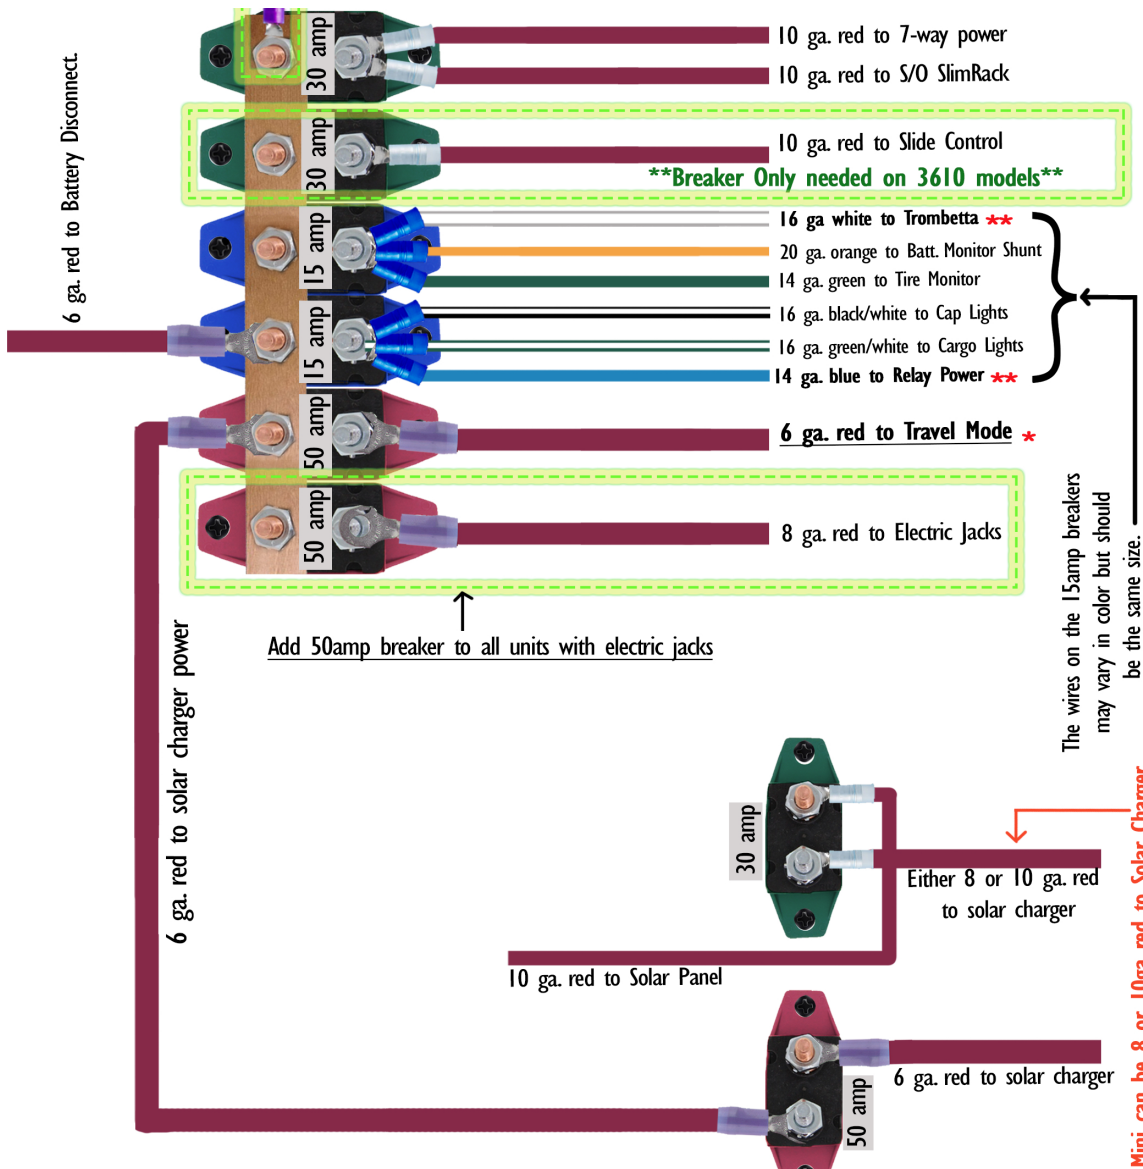

Figure 10
18. Ouvrez le dessous au niveau de la bande avant (Figure 10) et du côté hors-porte arrière le long du longeron avant les essieux (Figure 11) en retirant les vis autotaraudeuses. **NE PAS retirer complètement le dessous.**